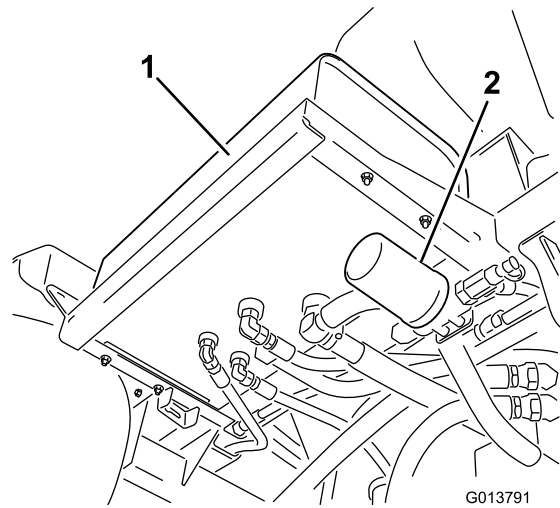
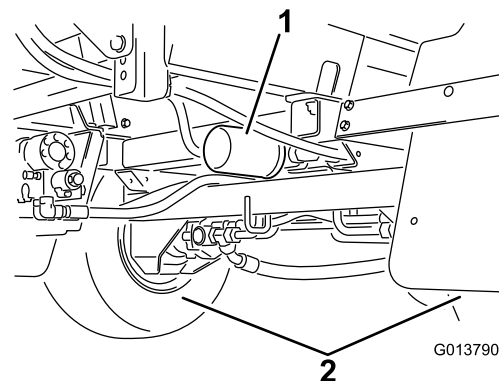

Figure 141
Figure 142
2. Localisez les 2 filtres hydrauliques sur la machine (Figure 141 et Figure 142).